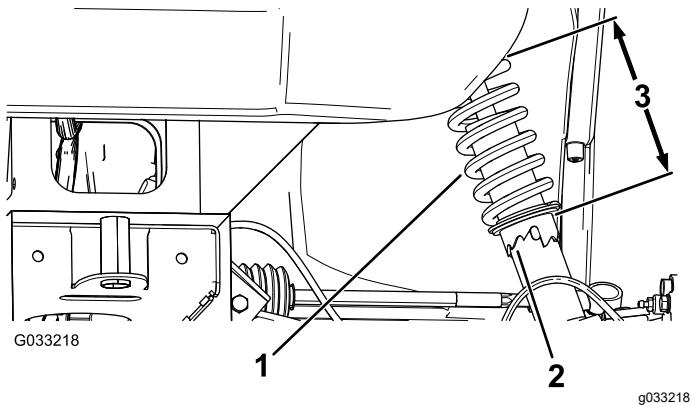

Figura 53
2. Se la campanatura della ruota non è regolata correttamente, usate la chiave fissa per ruotare il collare dell'ammortizzatore per allineare la ruota (Figura 53).